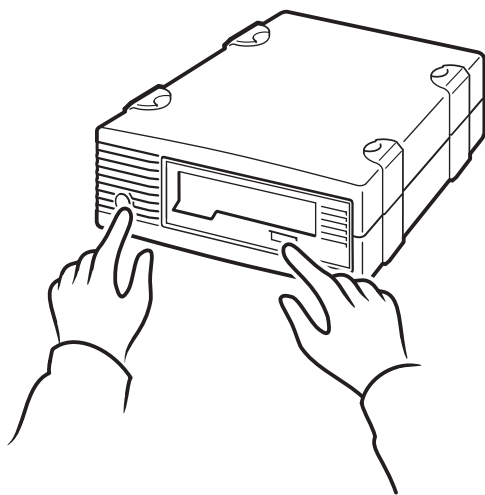
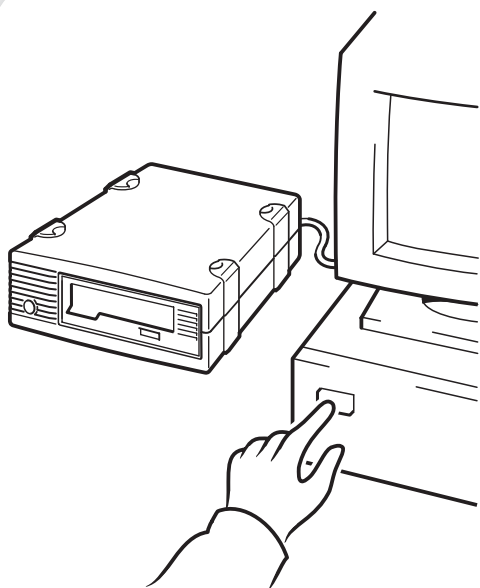

Figure 10b : utilisation de HP OBDR, étape 2
Figure 10c : utilisation de HP OBDR, étape 3
- 2 Maintenez enfoncé le bouton d'éjection du lecteur de bande. Tout en maintenant le bouton d'éjection enfoncé, mettez sous tension votre lecteur de bande (voir figure 10b) et mettez le serveur sous tension (voir figure 10c). Cette opération active la procédure HP One-Button Disaster Recovery. Relâchez le bouton d'éjection dès que le voyant Ready (Prêt) situé sur le panneau avant clignote en mode OBDR. Il clignote de manière répétée : clignotant-fixe-clignotant.